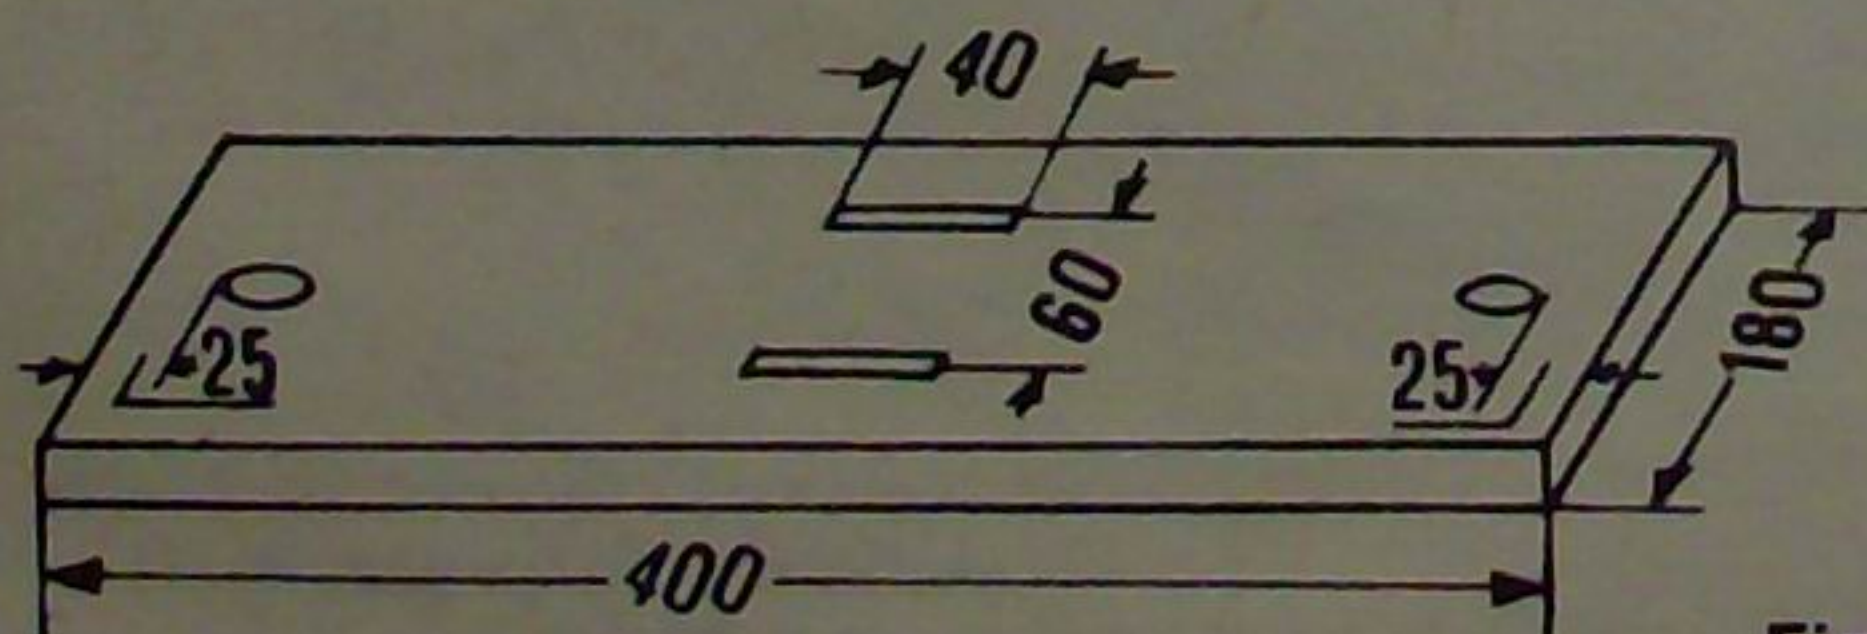

Fig. 2
Postamentul (fig. 2) se taie dintr-o scîndură uscată de brad, groasă de 20—25 mm. În el se fac patru scobituri: două dreptunghiulare, pentru suportii discului (3) și două circulare, pentru suportii pieptenului și blăniței (6). Suportii discului se confecționează din placaj de 5 mm grosime, conform figurii 3.